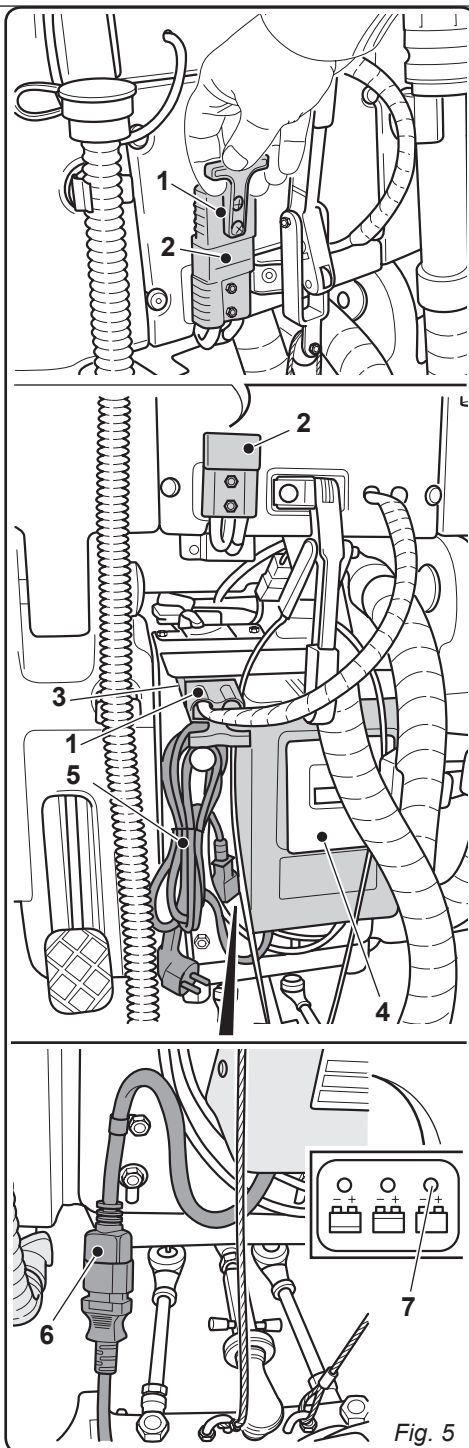

Fig. 5
4.1.a - Carga de la batería mediante cargador de baterías de a bordo (si estuviera presente) (Fig. 5)
- Desconectar el enchufe (1) de las baterías de la toma (2) de la instalación.
- Conectar el enchufe (1) de las baterías a la toma (3) del cargador de baterías de a bordo (4).
- Tomar del respectivo enganche el cable (5) y conectarlo al enchufe (6) de la máquina, luego conectar el otro extremo a la toma de corriente de red.